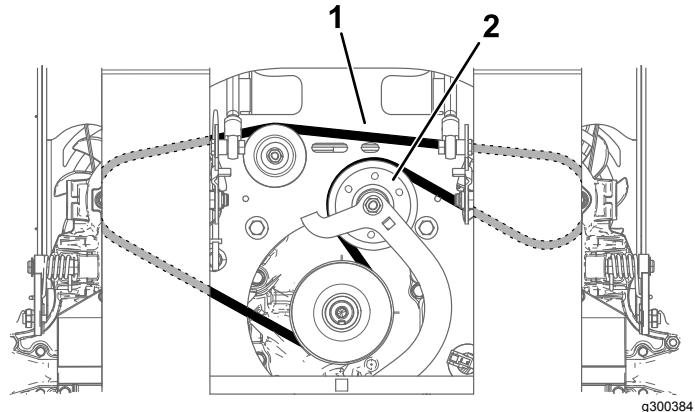

図 58
6. ベルトを取り外す図 58。
8. 図 58に示すように、新しいベルトを配設する。